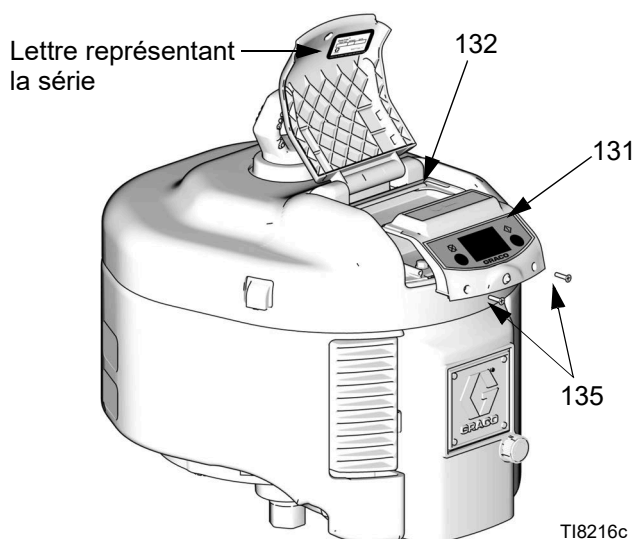

FIG. 4. Dépose du module DataTrak
1. Retirez les deux vis (135). Glissez doucement le module DataTrak (131) hors du boîtier (132). Consultez la FIG. 4.
\*La FIG. 4 indique où trouver la lettre représentant la série.